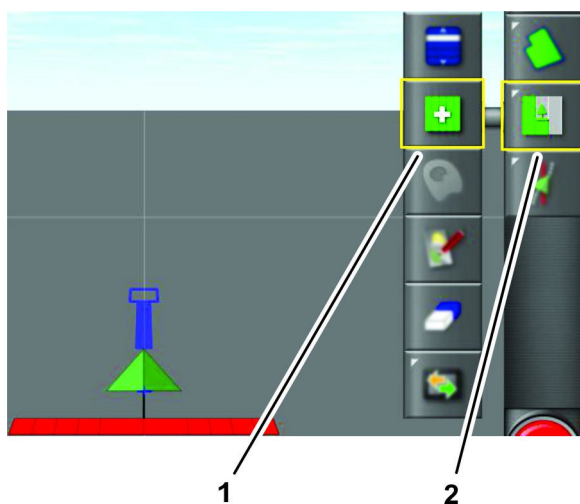

图 93
3. 按“作业菜单”图标图 93。
4. 按“选择作业”图标图 93。